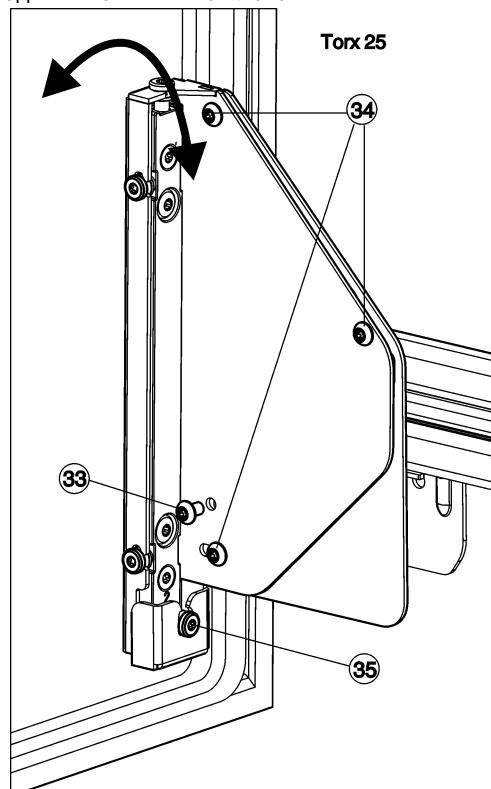

Fig. 26
- Полностью выкрутите винт Fig. 26 (33).
- Винт Fig. 26 (33) можно утилизировать, он больше не понадобится.
- Отпустите винты Fig. 26 (34) только на 1-2 оборота.
- Вращайте регулировочный винт Fig. 26 (35). По часовой стрелке: дверь вверху отклоняется от корпуса устройства. Против часовой стрелки: дверь вверху приближается к корпусу устройства, а внизу отходит от него.
- После окончания регулировки наклона снова прочно затяните все винты Fig. 26 (34).